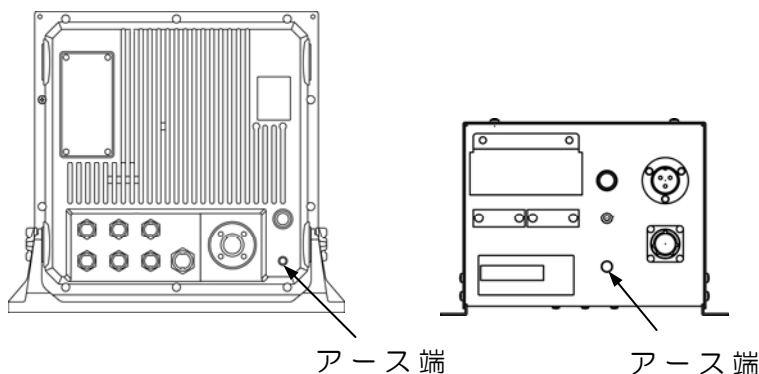

図 4.2 アース端子の位置
- (2) 送受波器および電源ケーブルは、他の電子装置類のケーブルから極力離してください。
- (3) 表示機及び送受信機の筐体はアース端子を利用して船体に確実に接地します。(図 4.2 参照)